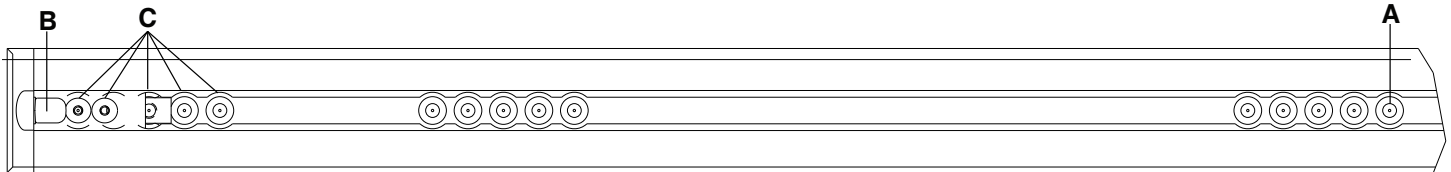

Figura 7 – Posición del posicionador de la placa de suelo - extremo de los pies
Nota - Si ha instalado anteriormente la placa de suelo sin el cable del anclaje al vehículo, mida 7,6 cm o 17,8 cm hacia el extremo de la cabeza desde la posición A del posicionador (Figura 7). Marque la posición en el centro del canal. Esta será la posición de la entrada eléctrica. Para ver las instrucciones para las conexiones eléctricas, consulte Instalación de la placa de suelo (6390-009-020).
Nota - Las ubicaciones del gancho de seguridad (B) y de los orificios de montaje adicionales (C) se muestran únicamente como referencia (Figura 7). No se utilizan para la instalación del **Performance-LOAD**.